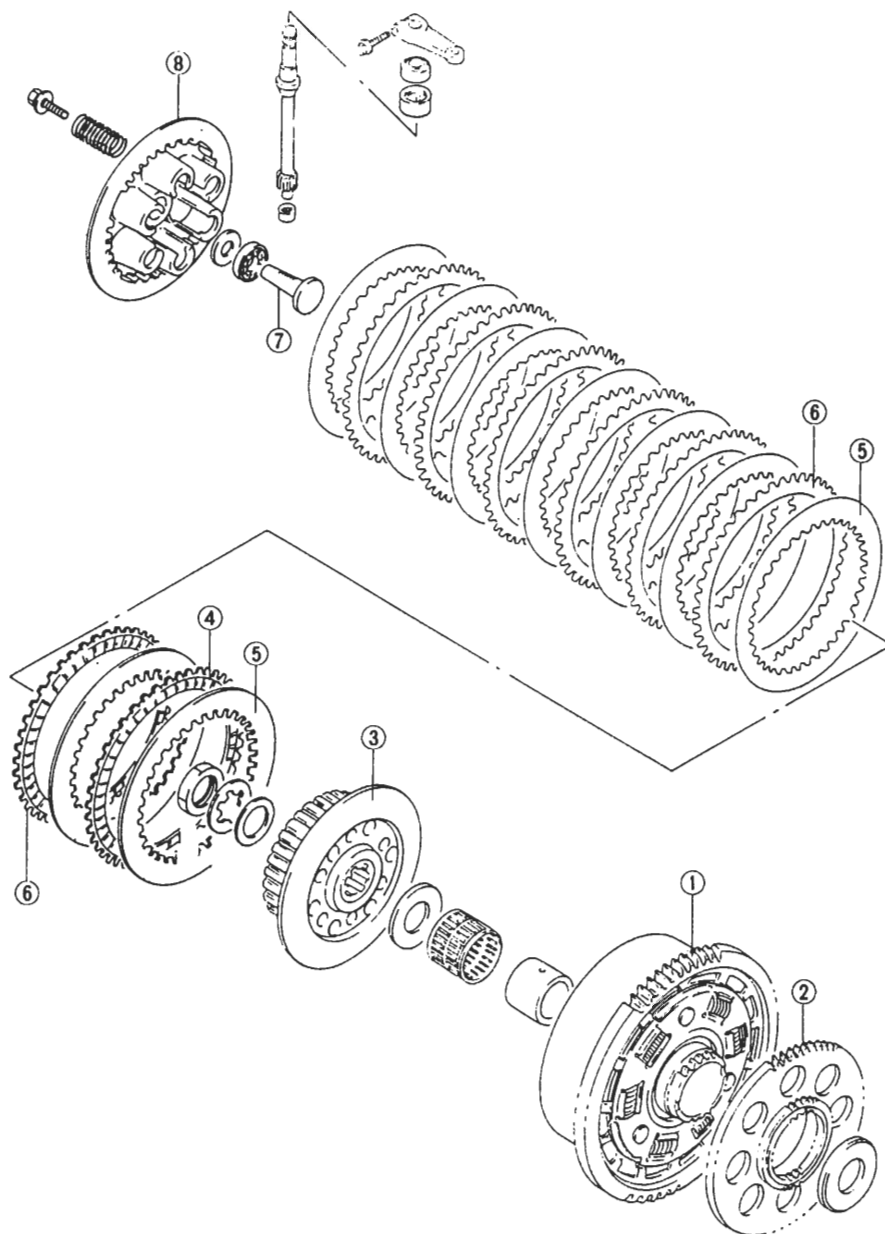

Bild 139
- Reib- und Stahlscheiben abwechselnd einsetzen. Mit Stahlscheibe beginnen (Bild 139).